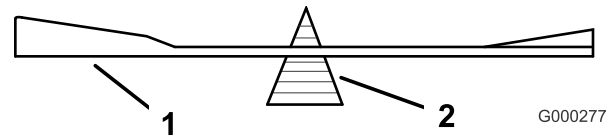

Figure 62
partie incurvée seulement (Figure 62). Répétez la procédure jusqu'à ce que la lame soit équilibrée.
- Vérifiez l'équilibre de la lame en la plaçant sur un équilibreur (Figure 62). Si la lame reste horizontale, elle est équilibrée et peut être utilisée. Si la lame est déséquilibrée, limez un peu l'extrémité de la